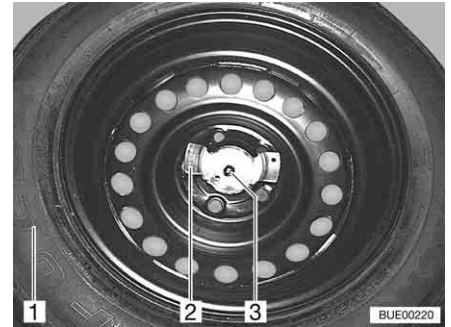

Bild 217 Reservhjulsupphängning
- Skruva loss de två muttrarna (Bild 217,2 och 3).
- Tag ut reservhjulet (Bild 217,1) ur reservhjulshållaren.